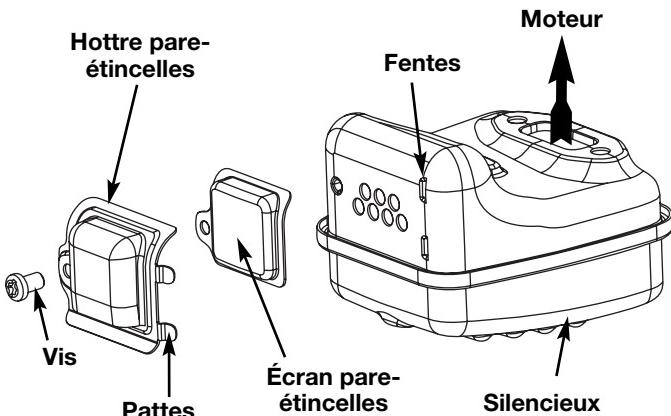

Fig. 37
2. Situez le pot d'échappement sans le retirer. Trouvez le vis sur la partie inférieure du pot d'échappement (Fig. 37). Retirez le vis en vous servant soit d'un tournevis torx #20 ou d'un tournevis plat.